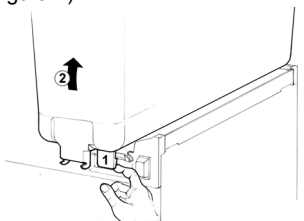

figura 1
**2** Togliere il contenitore vuoto sollevandolo dal lato rubinetto e sfilandolo dalla guarnizione (vedere figura 1).